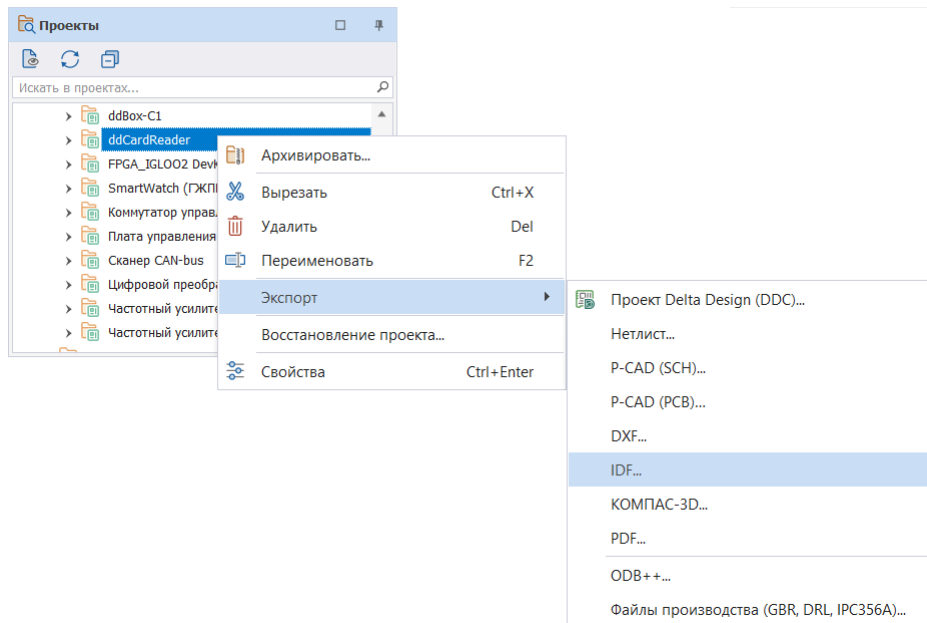

Рис. 85 Вызов экспорта IDF с узла платы проекта
1. Вызовите контекстное меню с узла платы проекта → «Экспорт IDF...», Рис. 85.